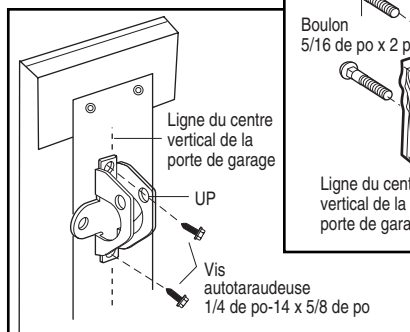

Figure 3
- Percer des trous de fixation de 3/16 po. Fixer le support de porte à l'aide des vis autotaraudeuses (Figure 3).